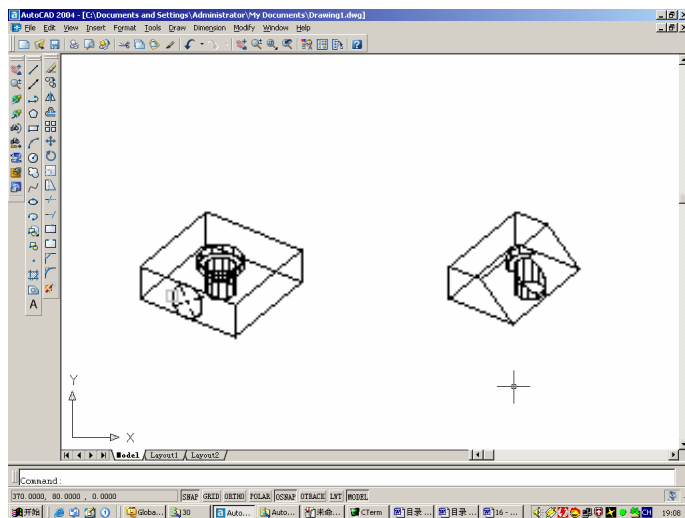

图 16-36 用指定的平面在实体上切开实体
(3) Object。用指定实体所在平面切开实体，如图 16-36 所示。